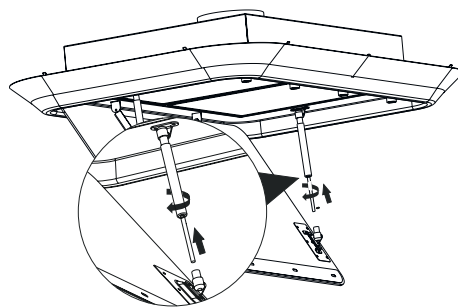

Fig. 19
13. Montera nu tillbaka stötdämparna genom att vrida dem i pilens riktning (Fig. 19). Stäng kantsugplattan.